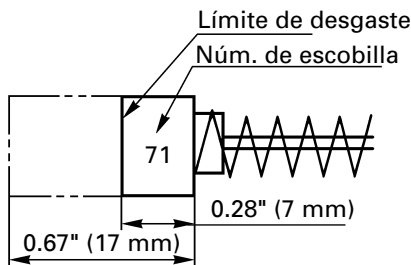

Fig. 17
4. Inspeccionar los escobillas de carbőn (Fig. 17)
NOTA: Utilice las escobillas HITACHI Núm. 71 indicadas en la Fig. 17.